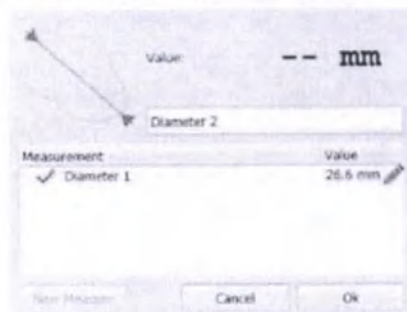

Рисунок 8: Всплывающее окно Диаметр
- Диаметр (Diameter): свободное измерение на любом виде 2D (Рисунок 8).